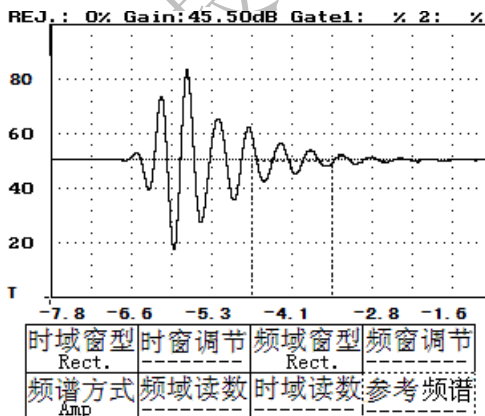

图 23-8
- 2 7、按方向键——将虚框移到参考频谱。如图 23-8 所示。